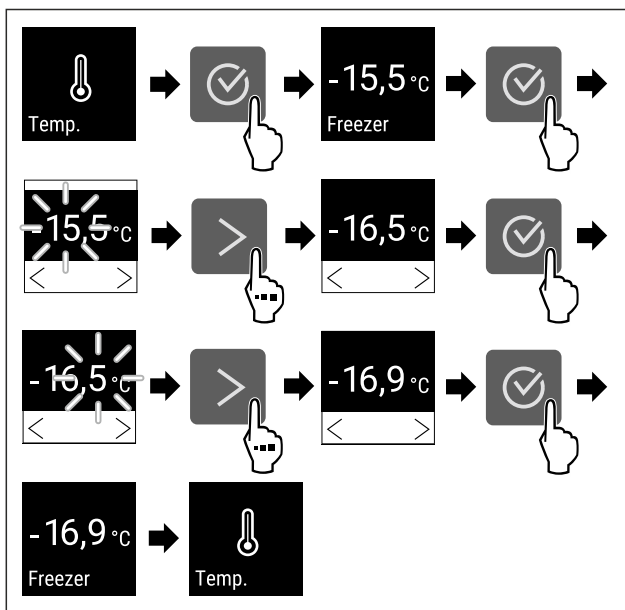

Fig. 65 Variazione di temperatura da -15,5°C a -16,9°C
- Eseguire i passi (vedere Fig. 65).